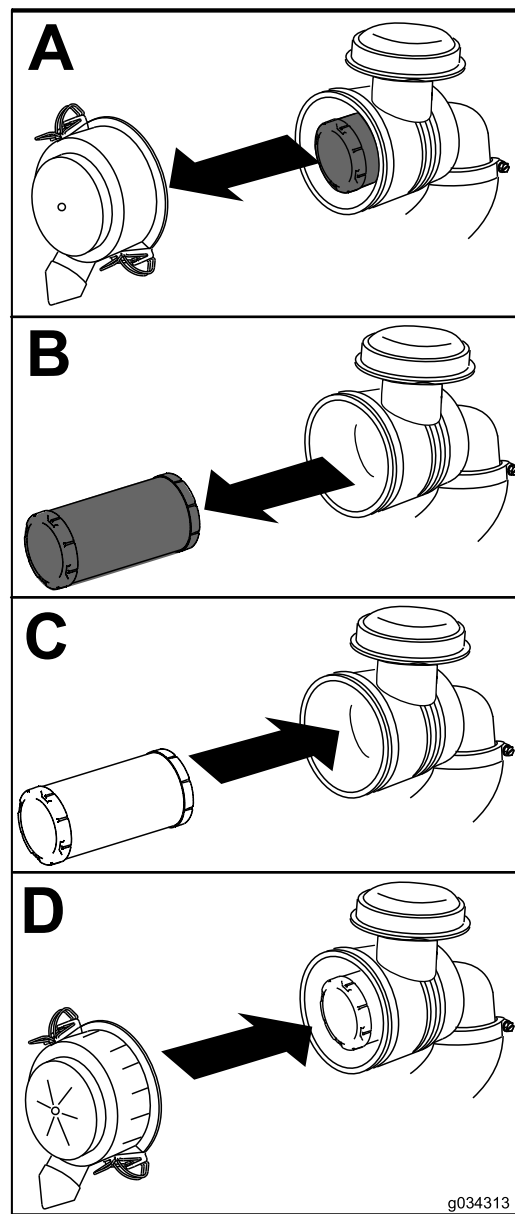

图 39
1. 将空气滤芯轻轻从空气滤清器壳体中滑出 图 39。
4. 安装空气滤清器盖标有“UP”的一侧朝上用门锁固定 图 39。